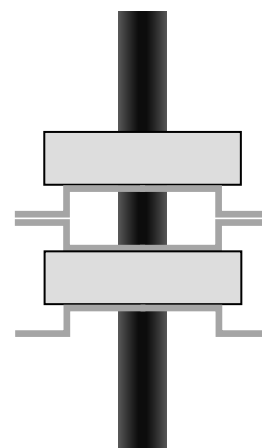
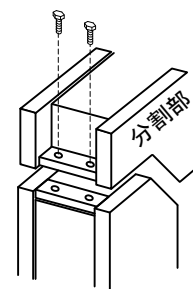

図 29. 重ね取付の例
図 30. 分割部締付ボルト
- (5) 弊社製の変成器や検出器を重ねて取り付けても影響ありません(図 29)。
- (6) 取付金具は装置本体から取り外さないで下さい。取付金具が接地側に接続された場合、取付方法によっては一次導体と取付金具との離隔がとれなくなり、大事故につながる恐れがあります。特殊な取付方法が必要になった場合や取付方法が工事途中で変更になった場合には、必ず弊社にご連絡下さい。
- (7) FD および HCT を分割するには、側面の 4 本の分割部締付ボルトを外し、分割部を取り外して下さい。なお分割部にはコネクタがありますので、取り外しや取付時には電線くずなどの異物が内部に入らない様に注意して下さい(図 30)。
- (8) FD および HCT の取付方向はどの方向に取り付けても問題ありませんが、構造は屋内用ですので屋外へは取り付けないでください。
- (9) FD および HCT を取り付けの場合は寸法図にて取付穴の個数と位置を確認し、取付穴に M10 ネジ (ボルト、ナット等) を使用して取り付けてください。鉄製の M10 のボルト・ナットを使用する場合は 200kgf・cm のトルクで締め付けてください。